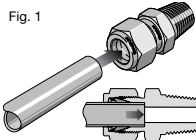

Fig. 1
1. Introduzca completamente el tubo hasta el fondo del racor; apriete la tuerca a mano. *Fig. 1*